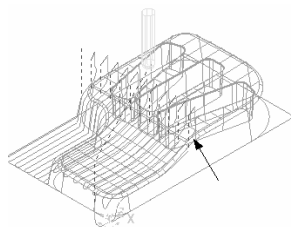

图 2-42 垂直圆弧切入
- **【垂直圆弧】**: 在零件 XOY 平面的垂直平面上, 在刀具路径的起始端插入一段垂直圆弧, 如图 2-42 所示。因为垂直圆弧拓展了刀具路径, 因此要选中“过切检查”复选框。